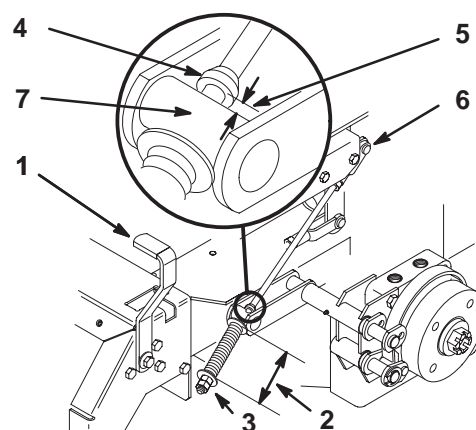

Figure 61
- Mesurez la longueur du ressort. Les rondelles doivent être distantes de 70 mm (Fig. 61).
- Si un réglage est requis, desserrez l'écrou de blocage situé sous le ressort et serrez l'écrou directement au-dessous de la chape (Fig. 61). Vissez l'écrou jusqu'à ce que le ressort ait la longueur voulue. Serrez les deux écrous ensemble et répétez la procédure de l'autre côté de la machine.
- Mesurez la distance entre le galet de tourillon et le collier sur la tige de frein. Elle doit être comprise entre 5 et 7 mm (Fig. 61).
- Si un réglage est requis, desserrez l'écrou de blocage situé juste au-dessous de la chape. Tournez les écrous de réglage inférieurs jusqu'à obtention de l'écart voulu (Fig. 61). Serrez l'écrou de blocage sur la chape.